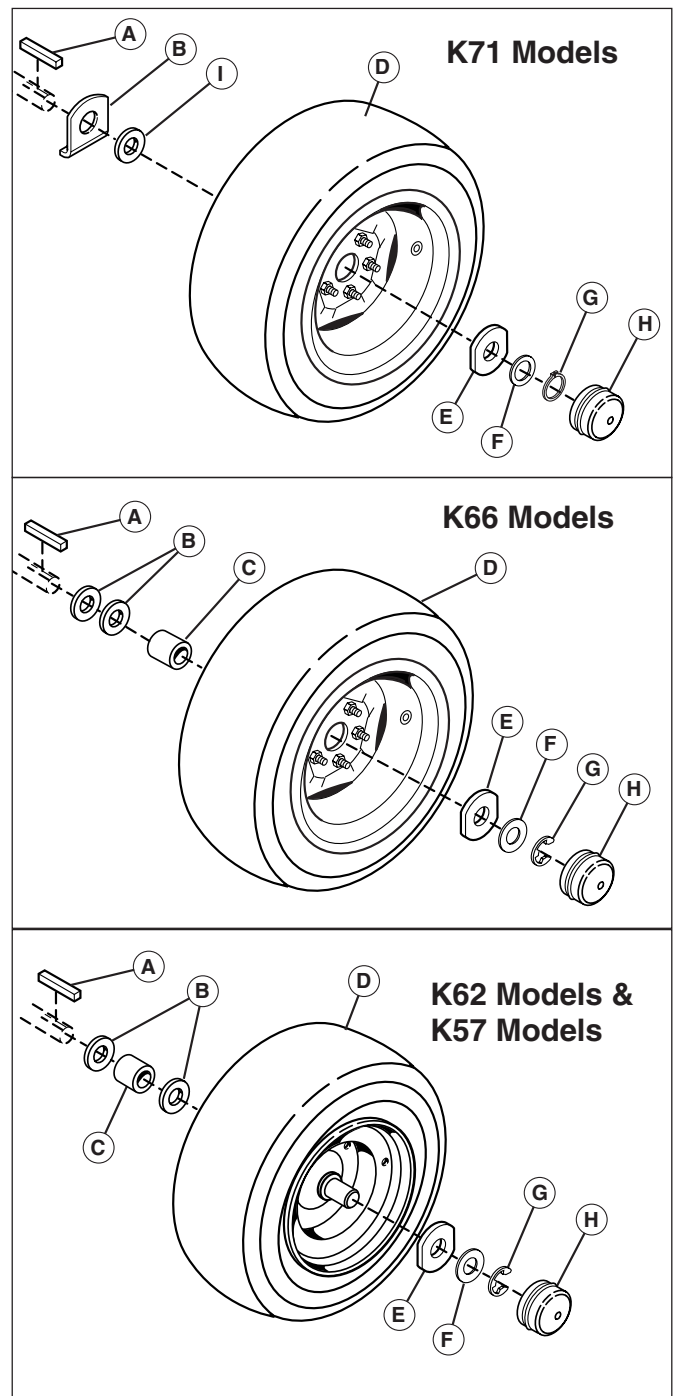

Figure 31. Boulonnerie d'essieu arrière
5. Remonter les composants en procédant dans l'ordre inverse de leur dépose et abaisser la machine au sol. S'assurer de mettre la clé (A, figure 31) en place dans l'entrée de clé de l'essieu.